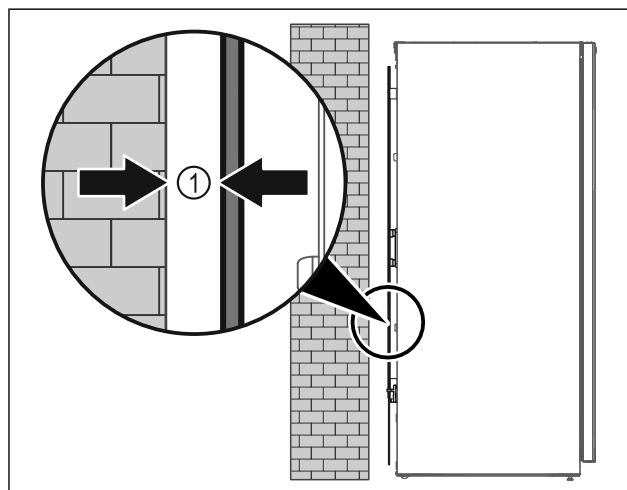

Fig. 10
- Apparaat ofwel vrij in de ruimte of direct tegen een wand met een minimumafstand van 5 mm Fig. 10 (1) opstellen.